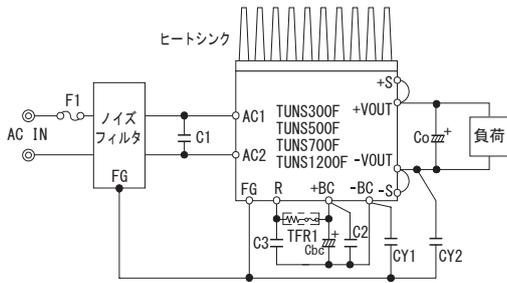

図1.1 標準接続方法
- TUNSシリーズを使用するためには、図1.1の接続と表1.1の外付け部品が必要です。